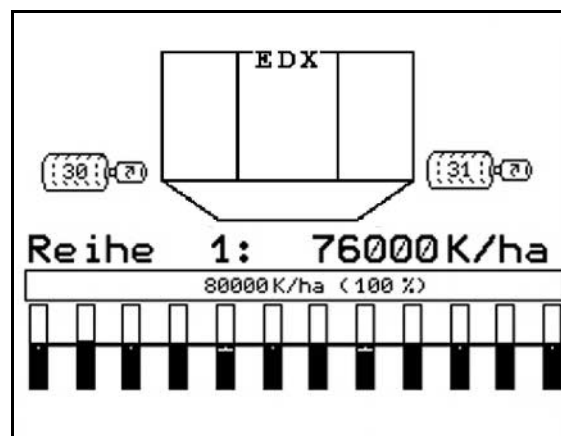

Fig. 66
- La dosificación previa asegura una asignación completa del tambor durante la dosificación. (Fig. 66).